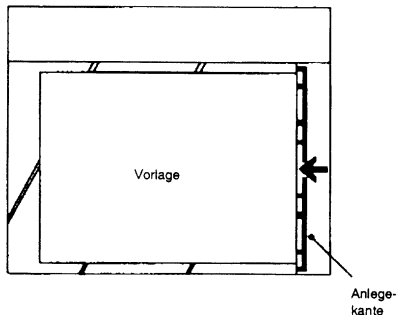

Bild 1-5
- Das Original so positionieren, daß seine Mitte mit der Zentrumsmarkierung im Bild 1-5 übereinstimmt. Dann die Originalabdeckung schließen.